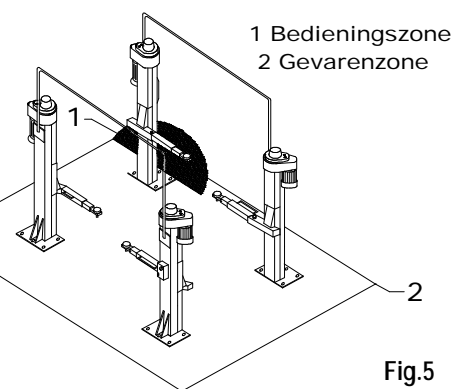
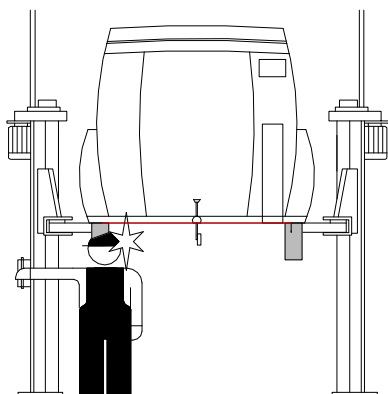

Fig.5
Fig.8
De veiligheidszone (Fig.5) wordt bepaald door de afmetingen van het voertuig.
Tijdens stij- en daalbewegingen moet de bediener zich in de bedieningszone (1) bevinden, zoals aangegeven in **Fig.5**
Dit is mogelijk als de bediener niet op de aangewezen positie bij de bedieningskast staat, als de hefbrug met voertuig daalt is het de bediener niet toegestaan om gedeeltelijk of helemaal onder het dalend object te staan. Tijdens deze fase moet de bediener in de bedieningszone staan. (Fig.8 + Fig.5)